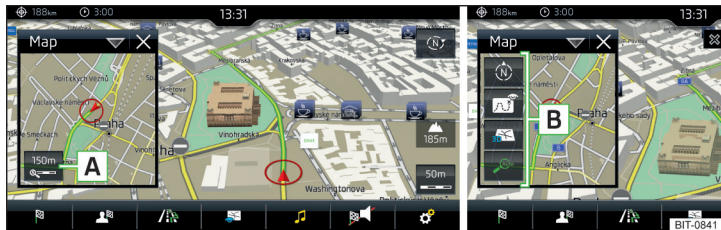

Fig. 237 Hartă în fereastra suplimentară
- ▶ Atingeți suprafața de comandă funcții **A** » fig. 237 în fereastra suplimentară.